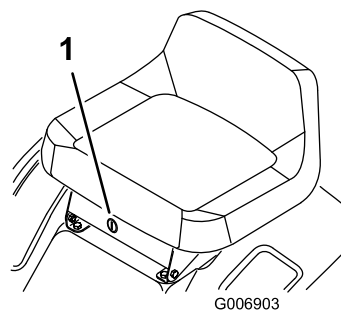

Figure 11
S'il est nécessaire d'utiliser la commande des lames (PdF) en marche arrière, désactivez ce dispositif de sécurité à l'aide du commutateur KeyChoice situé près du support du siège (Figure 11).
2. Introduisez la clé KeyChoice dans le commutateur (Figure 11).